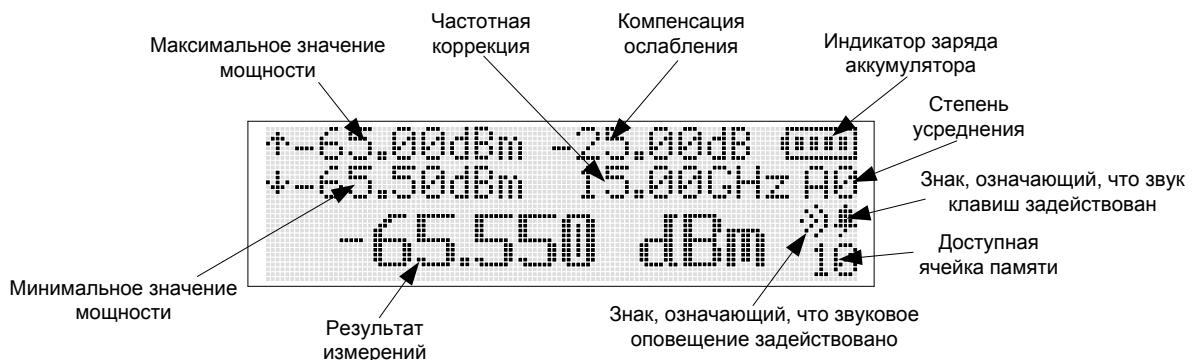

Рисунок 4.2 – Вид окна индикатора в режиме измерений
- последовательно нажимая клавиши «▲», («▼») или «◀», («▶»), изменить установленное значение частоты до требуемой величины, если данным клавишам задана функция изменения параметра «частотная коррекция» (4.3.1). При этом значение частоты, отображаемое на экране индикатора («Частотная коррекция», рисунок 4.2) должно изменяться с установленным шагом. Установка шага изменения частоты осуществляется в пункте меню «Частотная корр-я» в режиме значений путем установления курсора под требуемым разрядом значения в ГГц.
- последовательно нажимая клавиши «▲», («▼») или «◀», («▶»), изменить установленное значение ослабления до требуемой величины, если данным клавишам задана функция изменения параметра «компенсация ослабления» (4.3.1). При этом значение ослабления, отображаемое на экране индикатора («Компенсация ослабления», рисунок 4.2) должно изменяться с установленным шагом. Установка шага изменения частоты осуществляется в пункте меню «Компенс. ослабл.» в режиме значений путем установления курсора под требуемым разрядом значения в dB.
При выборе режима измерений относительно значения из ячейки памяти, на индикаторе будет отображаться результат отношения текущего уровня мощности к значению, сохраненному в ячейке памяти, номер которой отображен в правом нижнем углу индикатора (рисунок 4.2). Выбор сохраненного значения из требуемой ячейки памяти проводят в соответствии с 4.3.7.
На индикаторе усреднение отображается в правом верхнем углу в виде символа “A n”, где “A” означает усреднение (averaging),  $n$ -степень усреднения. Символ “AA” означает, что текущая степень усреднения 10 или A, в шестнадцатеричной системе счисления. При установке автоматического усреднения («Меню > Усреднение > Авто») степень усреднения  $n$  на индикаторе в режиме измерений (рисунок 4.2) будет принимать значения 1,2..,9, A в зависимости от уровня мощности на входе СВЧ согласно таблице 4.2.